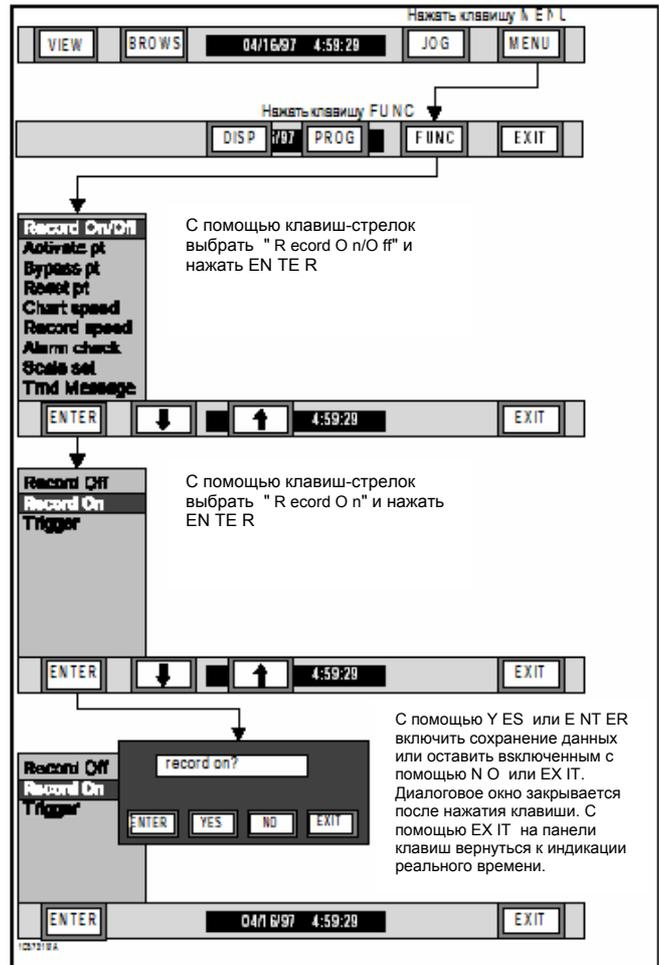

Рис. 3-31 Диаграмма процесса включения сохранения данных
2. Включение сохранения данных – Перед сохранением данных Вы должны, как описано в главе 4, установить некоторые параметры, как то, имена файлов, положение, будут ли выводиться измеряемые величины, тревоги или то и другое, скорость сохранения данных, запротоколированные каналы и режим записи. Функция "Включение сохранения данных" запускает сохранение независимо от состояния триггерных условий. Для включения сохранения данных см. рис. 3-31 и следующие шаги: